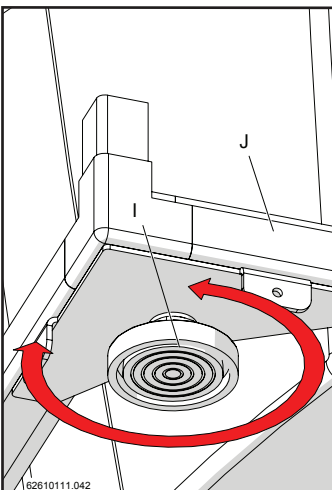
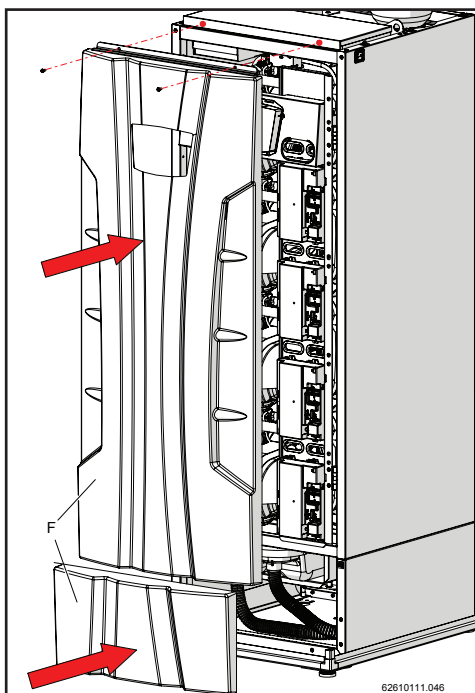

Figure 13-39
Figure 13-38
- 4.- Insérer les couvertures frontales inférieure et supérieure « F » de l'appareil (figure 13-38). Successivement, agir sur les pieds réglables « I » du châssis inférieur « J » pour en régler la stabilité sur le plan d'installation (figure 13-39).